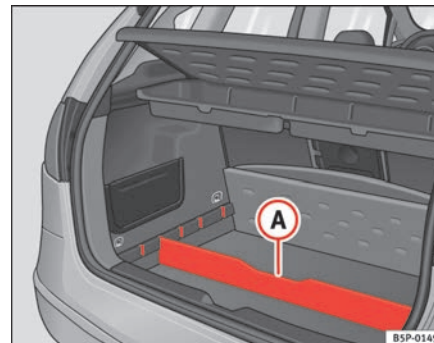

Abb. 106 Trennelement des Gepäckraumbodens
- Das Trennelement **(A)** ⇒ **Abb. 106** je nach Größe der zu transportierenden Gegenstände in die seitlichen Schlitze einsetzen. Unter dem Fach befinden sich die Bordwerkzeuge und das Ersatzrad.